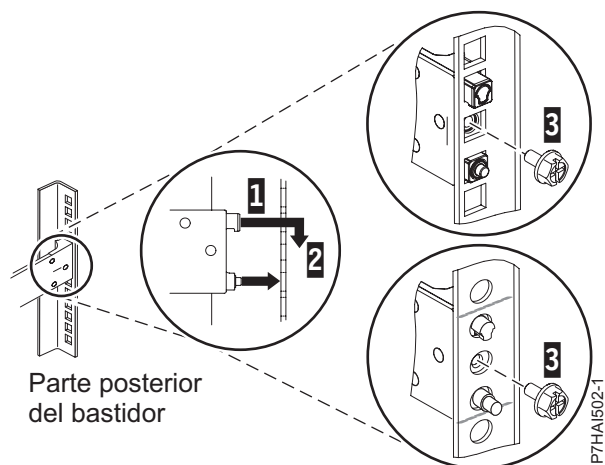

Figura 4. Alineación y enganche de las patillas en los orificios de la parte posterior del bastidor
3. Alinee las dos patillas de la parte posterior del riel deslizante con los orificios superior e inferior de la U seleccionada que ha marcado anteriormente. Tire del riel deslizante hacia usted para insertar las dos patillas en los orificios del bastidor (1) y haga descender el riel deslizante (2) para engazar la pieza en forma de gancho en la patilla superior, tal como se muestra en la Figura 4. Asegúrese de que las dos patillas sobresalgan de los orificios del bastidor antes de continuar con el paso siguiente.